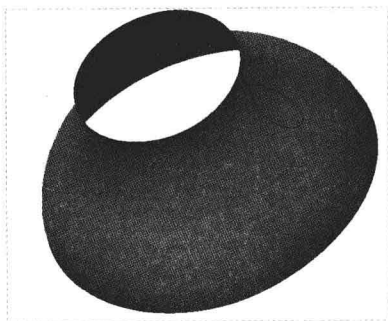

图 9-80 图形文件
Step 01 按【Ctrl+O】组合键，打开图形文件，如图 9-80 所示，在“功能区”选项板的“模型”选项卡中，单击“曲面”面板中的“造型”按钮.